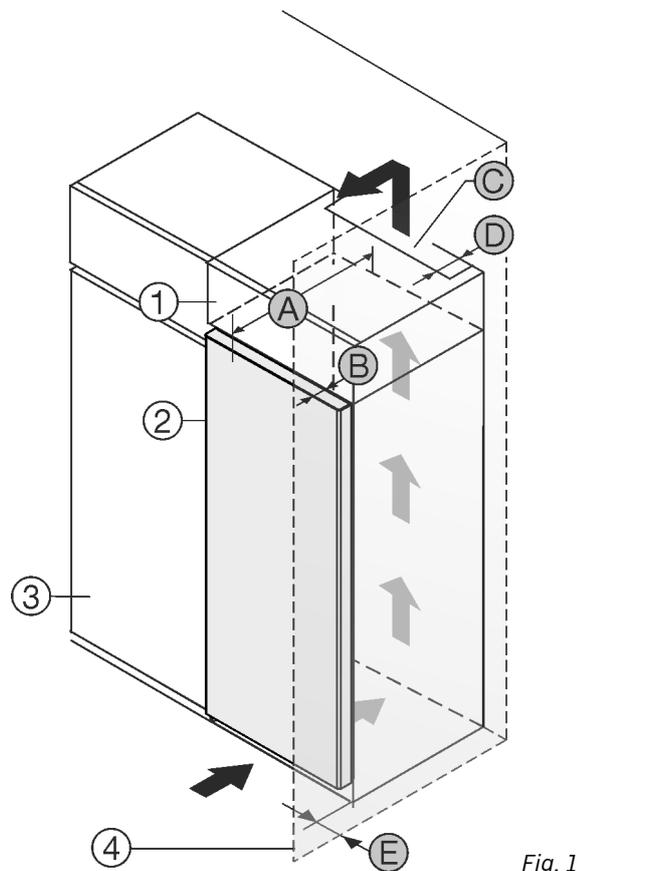

Fig. 1
Пристрій встановити безпосередньо поряд із кухонною шафою Fig. 1 (3).
Зі зворотного боку шафи для встановлення на пристрої слід передбачити вентиляційну шафу завглибки Fig. 1 (D) на всю ширину цієї шафи.
Слід дотримуватись вентиляційного отвору Fig. 1 (C) в стелі приміщення.
Якщо пристрій із шарнірами встановлюється поряд зі стінкою Fig. 1 (4), відстань між пристроєм та стінкою повинна бути не менше 13 мм.
Якщо пристрій із шарнірами встановлюється поряд зі стінкою Fig. 1 (4), відстань між пристроєм та стінкою повинна бути не менше 20 мм.